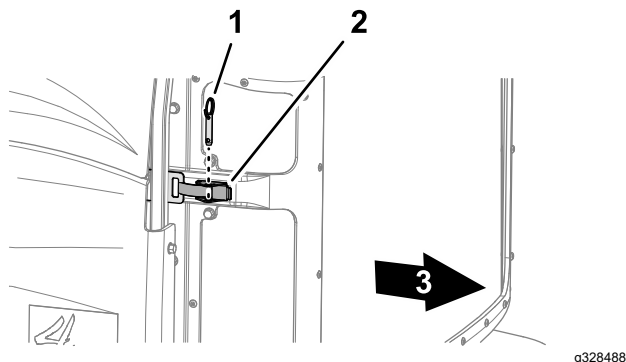

Bild 62
2. Entfernen Sie den Kugelstift von der Gitterverriegelung (Bild 62)